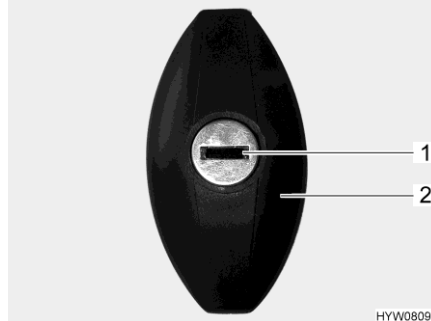

Bild 39 Lucklås (ellipsformat, låst)
- Stick in nyckeln i låscylindern (Bild 39,1) och vrid ett halvt varv moturs. Låshandtaget (Bild 39,2) frigörs.